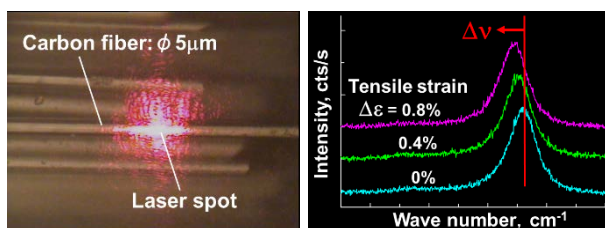

図1 レーザ照射時の繊維およびラマンスペクトル
顕微ラマン分光は、①対象物に顕微鏡の対物レンズで数 μm に絞ったレーザを照射、②対象物が発するラマン散乱光を分光器でスペクトルに分解、③特定のピークがひずみに比例してシフトする現象を利用し、シフト量からひずみを求めます。レーザ照射時は、顕微鏡画像を観察しながら位置決定するため、直径 $5\mu\text{m}$ の炭素繊維でもピンポイントでひずみを測ることができます(図1)。